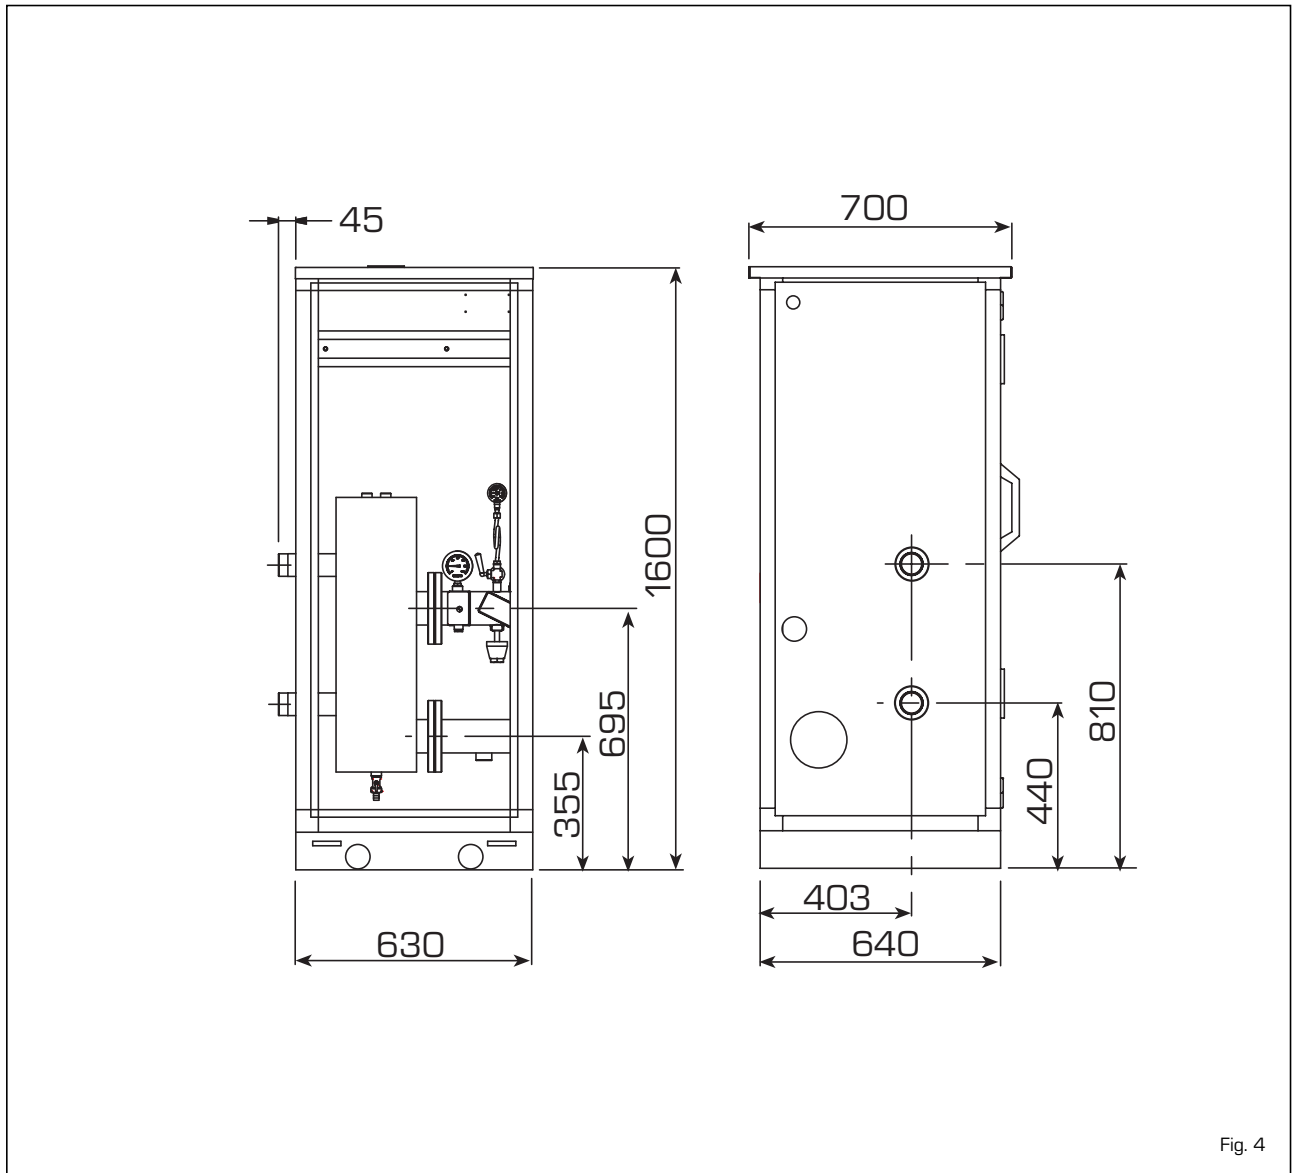

Fig. 4
- BOX contenedor separador hidráulico/kit seguridades cód. 8101512 para el módulo "60-120-180-240 BOX" (fig. 4).